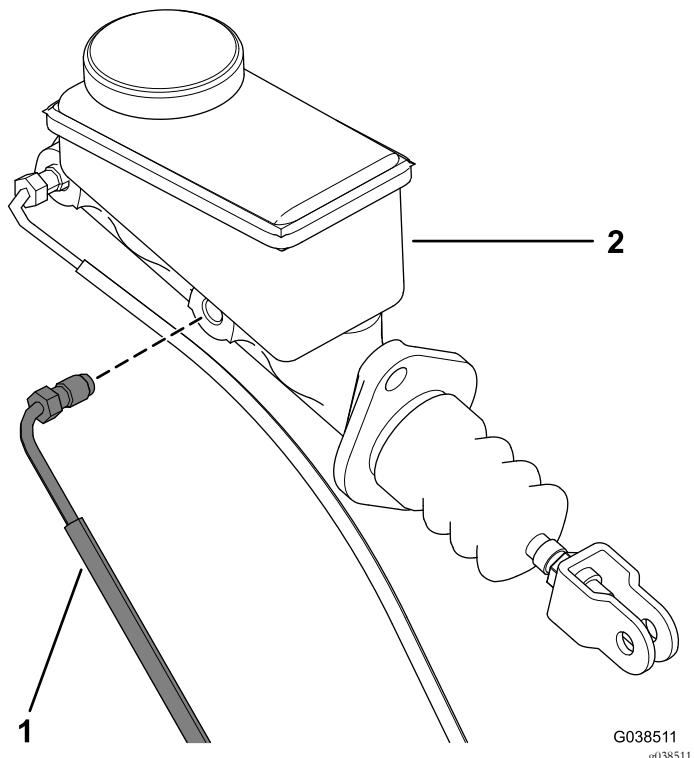

Figura 5
5. Desconecte el tubo del freno delantero del cilindro maestro (Figura 5).
- Instale el tubo del freno delantero en el cilindro maestro (Figura 5).